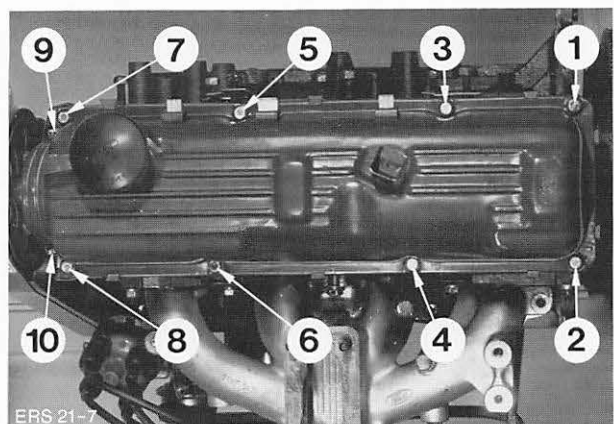

Abb. 241 Anzugsreihenfolge – Zylinderkopfhaube
4. Zylinderkopfhaube mit vorgeschriebenem Drehmoment in folgenden vier Stufen, Abb. 241, festziehen: